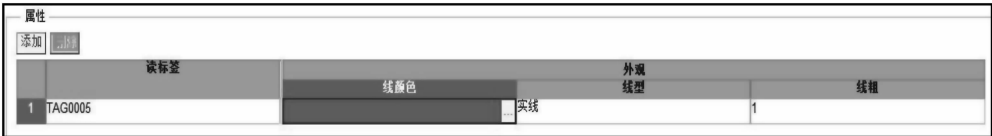

图 6-38 记录笔组态界面
1) 创建一个界面，命名为“Trend”，创建趋势图监视当前电动机的速度。打开“显示”，点击“趋势”，双击进入记录笔组态界面，选择要进行监视的标签，这里选择给定频率标签，即 TAG0005，如图 6-38 所示，该界面可对曲线的属性进行设置，包括曲线颜色，选择实线或虚线以及曲线的宽度设置。